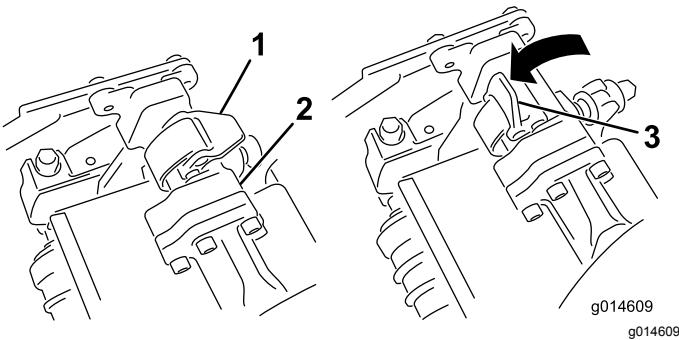

Figura 44
3. Con los enganches del brazo de suspensión orientados hacia arriba (es decir, abiertos (Figura 44)), empuje hacia abajo el brazo de suspensión de modo que la barra encaje en la barra situada en la parte superior de la unidad de corte (Figura 45).
| 4. Presione los enganches hacia abajo alrededor de la barra de la unidad de corte y bloquéelas (Figura 44). | |
4. Abra los enganches de la barra del brazo de suspensión de la unidad de corte que está retirando (Figura 44).